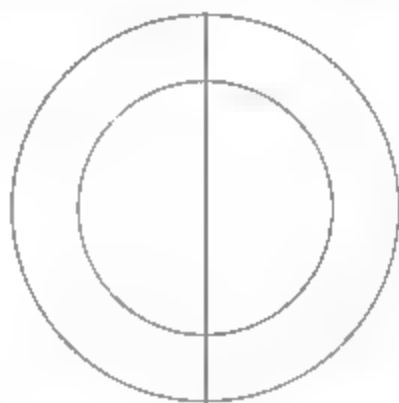

图8-186 绘制线段
- 03 调用L【直线】命令，过圆心绘制线段，如图8-186所示。